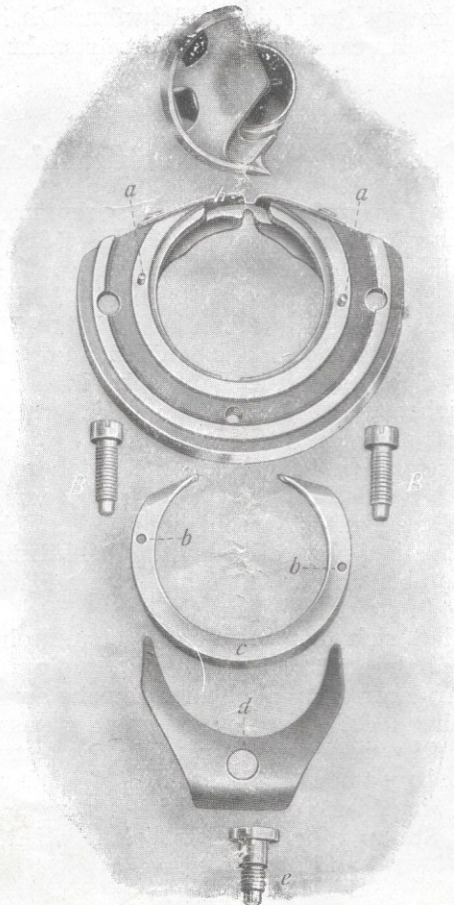

Bild 12. Das Zerlegen der Schiffchenbahn.
Bild 12 zeigt die einzelnen Teile der auseinandergenommenen Schiffchenbahn genau in der Stellung, in welcher solche wieder zusammengesetzt werden müssen.
6. Wenn das Schiffbahnplättchen **h** vom Faden eingeschnitten oder sonstwie beschädigt ist (Bild 12).